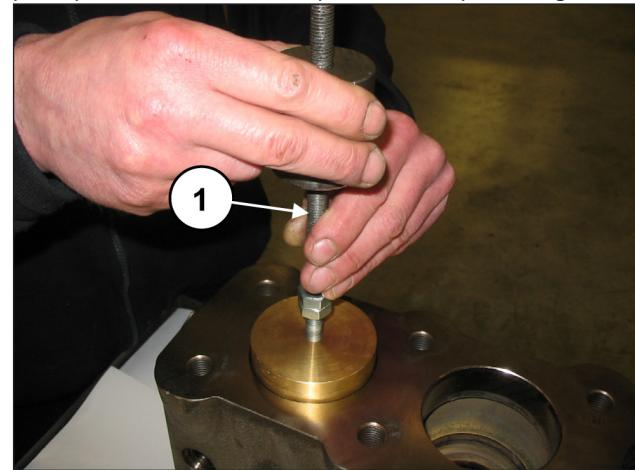

Fig. 108
Extraia a tampa da válvula com o uso de um martelo extrator para aplicar o furo M10 da tampa da válvula (pos. ①, Fig. 108).